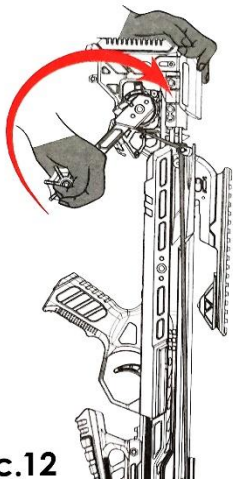
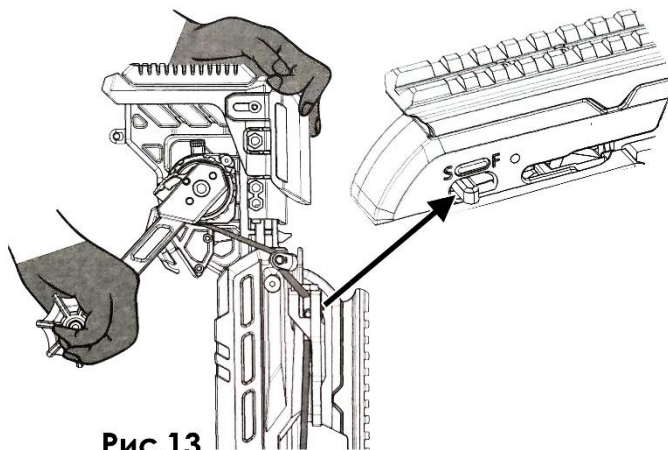

Рис.12
Рис.13
8. Для взведения тетивы крутите ручку по часовой стрелке до тех пор, пока взводная скоба не закрепит тетиву в спусковом механизме (Рис.12). Вы услышите характерный щелчок, а предохранитель перейдет в положение SAVE (Рис.13).